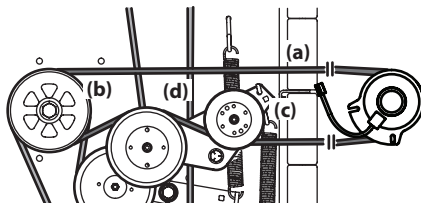

Figure 4-18
1. Retirez la courroie de la prise de force (a) du plateau de coupe comme indiqué dans la sous-section Démontage du plateau de coupe. Retirez ensuite la courroie de l'embrayage de la prise de force. Voir Figure 4-18.
2. Installez la courroie de la prise de force (a) comme indiqué à la Figure 4-18.